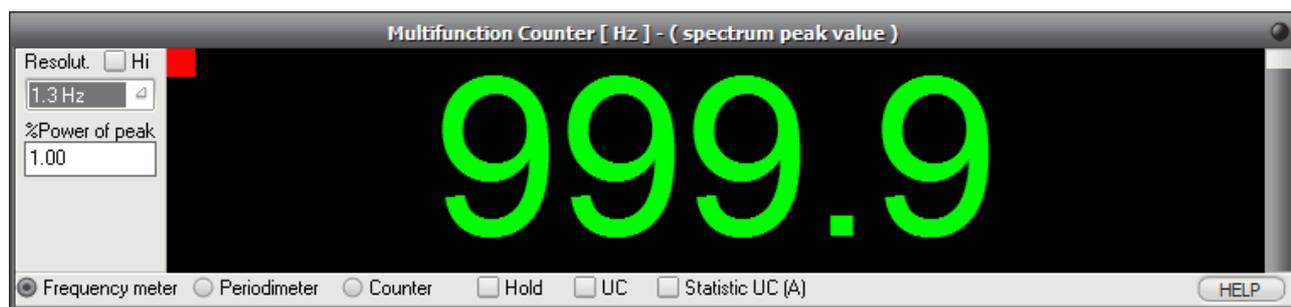

Рис. 3.7. Подпрограмма «ЧАСТОТОМЕР» компонента «LabVisual Visual Analyser»
Для запуска частотомера нажмите кнопку «Freq Meter» в главном меню компонента. При этом в программе отобразится всплывающее окно с текущими значениями частоты сигнала рис. 3.7. Для точной регистрации частоты установите Resolut.=1,3 Hz, а Power of peak=1 % для слабых сигналов.
17. Включить встроенный частотомер рис. 3.7. для измерения частоты выходного сигнала.